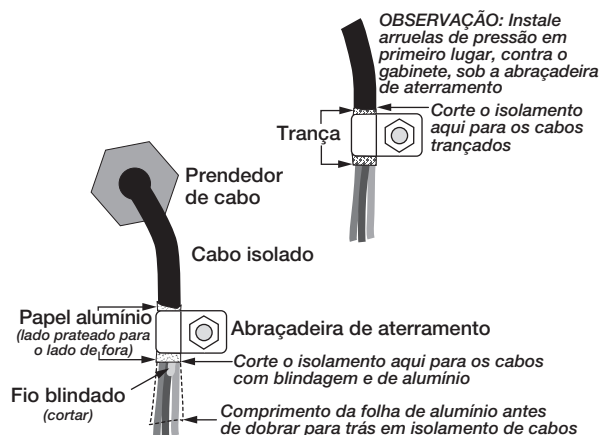

Figura 2-1. Conexão da abraçadeira de aterramento para os cabos shieldados e com blindagem de alumínio
- Para cabos com blindagem de alumínio, descasque 13 mm (meia polegada) do isolamento e do alumínio do cabo após a abraçadeira de aterramento (veja Figura 2-1). Dobre a blindagem de alumínio novamente sobre o cabo onde ele passa pela abraçadeira. Verifique se o lado prateado (condutor) do alumínio esteja voltado para fora para que faça contato com a abraçadeira de aterramento.
- Para cabos com blindagem trançada, descasque o isolamento e a blindagem logo após a abraçadeira de aterramento. Descasque outra meia polegada (15 mm) do isolamento *somente* para expor a trança onde o cabo passa pela abraçadeira (veja Figura 2-1).
- Passe os cabos descascados através dos prendedores e abraçadeiras. Assegure que as blindagens toquem as abraçadeiras de aterramento conforme demonstrado na Figura 2-1. Aperte as porcas da abraçadeira de aterramento.